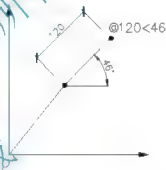

图 2.57 相对极坐标
(2) 相对极坐标：表示相对于前一点的极坐标值。相对极坐标的输入方法为“@长度<角度”，如输入“@120<46”，结果如图 2.57 所示。